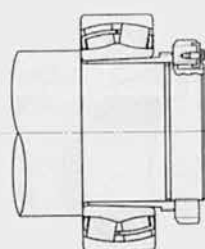
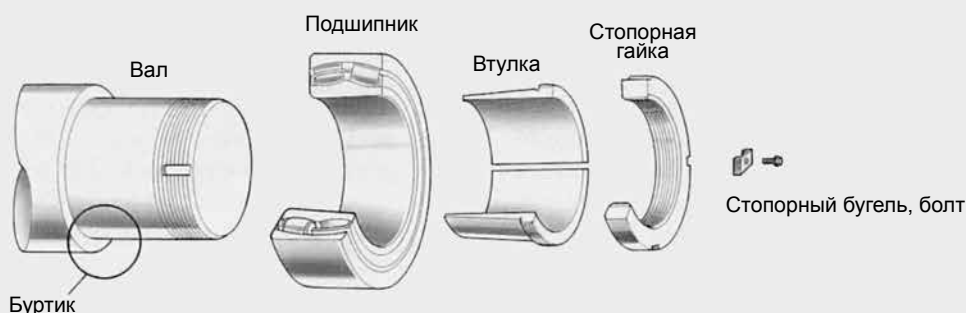

Рис. 6.15 Вид в собранном состоянии
Рис. 6.16 Способ стопорной гайки
1) Способ стопорной гайки (Рис. 6.15 и Рис. 6.16)